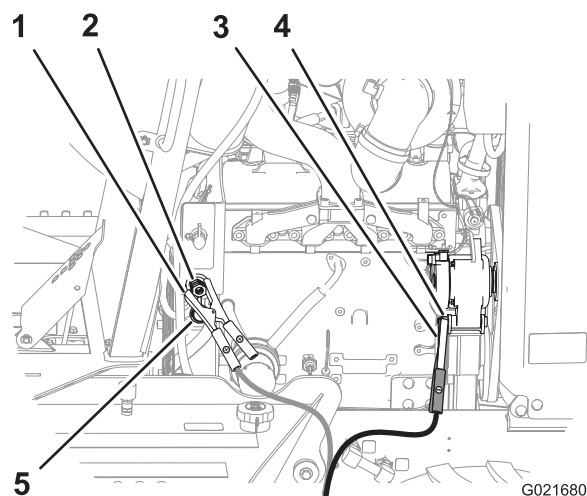

Figura 59
4. Retire a tampa do terminal auxiliar (Figura 59).
5. Conecte o cabo de "chupeta" positivo (+) ao terminal auxiliar (Figura 59).
6. Conecte o cabo de "chupeta" negativo (-) a um ponto de aterramento, como a porca no pivô do alternador (Figura 59).